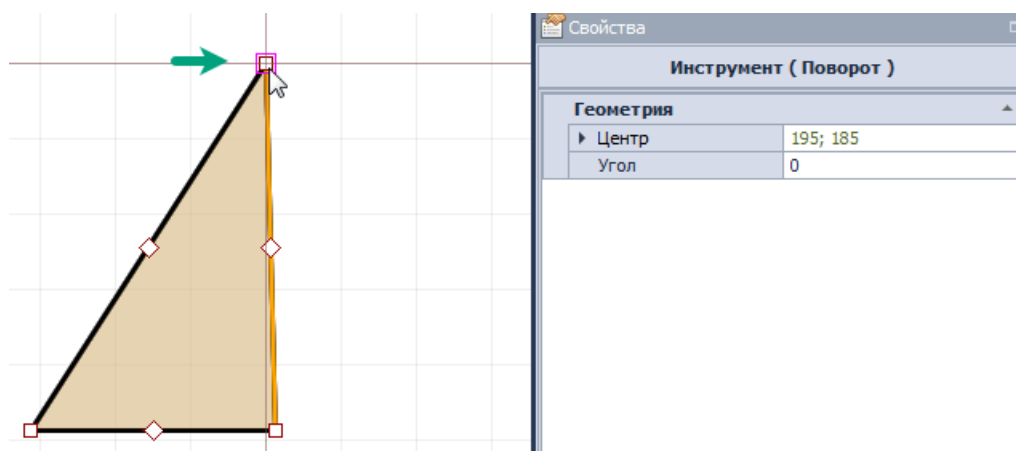

Рис. 437 Выбор и фиксация точки для расчета угла поворота
3. Выберите точку, от которой система будет отсчитывать требуемый угол поворота (это может быть как одна из точек редактирования объекта, так и любая точка в рабочей области), Рис. 437. Зафиксируйте выбранную точку нажатием.